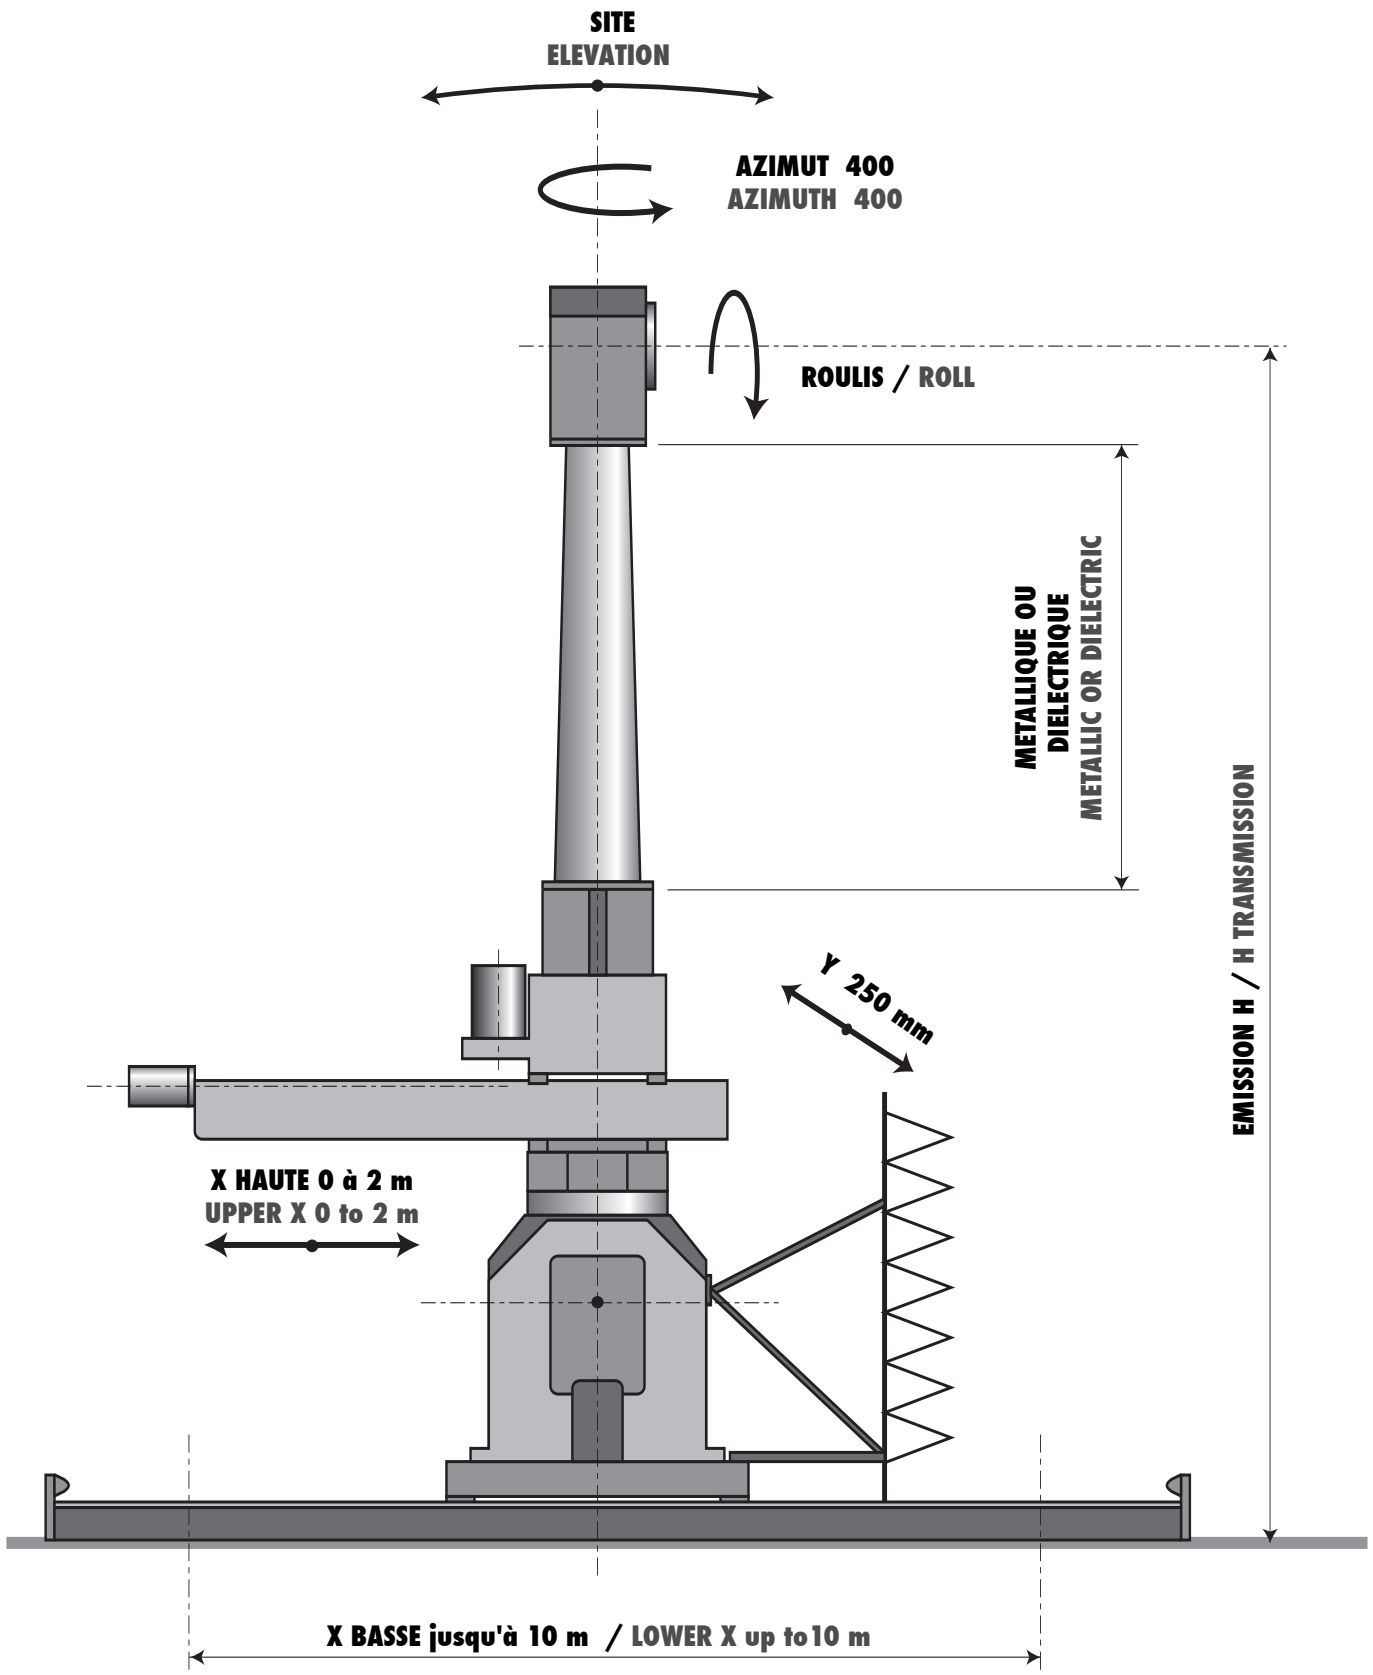

Fig. 1 : Configuration typique / Typical configuration
- Ces translations peuvent être placées suivant 3 axes (voir fig 1 ci-après) :